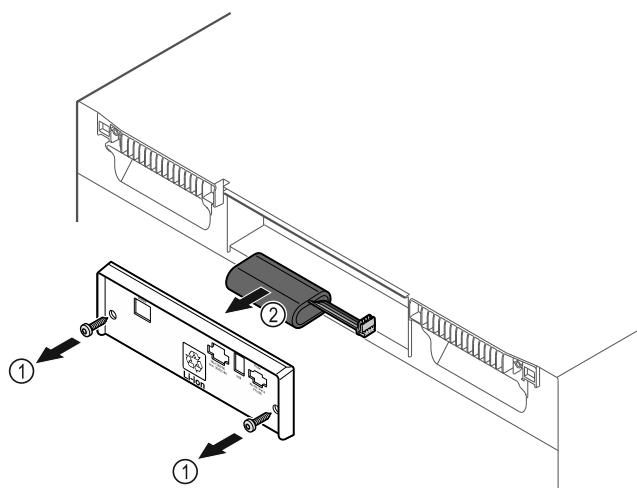

Fig. 235
- Открутите винты и снимите крышку с задней стороны устройства Fig. 235 (1).
- Отсоедините и извлеките аккумуляторную батарею Fig. 235 (2).